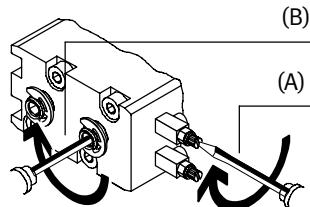

Fig. 50
- Vissez la vis de réglage (B dans Fig. 50) de l'amor tissement en fin de course jusqu'en butée, reconnaissable par une forte résistance.
1. Fermez les deux limiteurs de débit unidirectionnels (A) montés en amont
2. Tournez les vis de réglage de l'amortissement en fin de course (B)